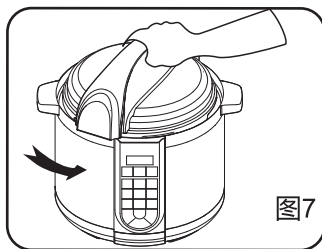
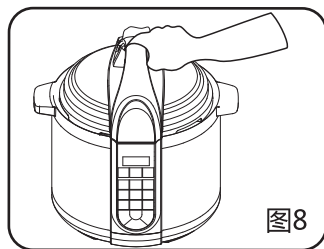

图7
图8
(1) 检验密封圈是否已放入内盖上；
(2) 用手左右旋转一下密封圈，使它自由均匀放置在煲盖上；
(3) 手握煲盖手柄，平放至限位边，然后逆时针旋转煲盖至扣合位置，并听到扣合声。(见图7，图8)